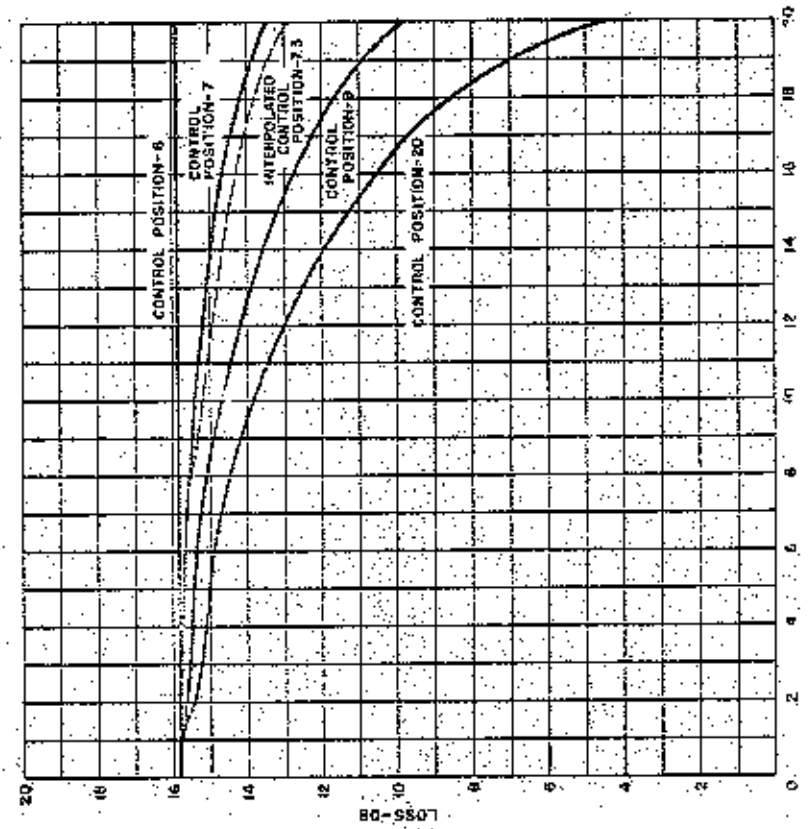

Fig. 25. Grafici di attenuazione dell'elemento equalizzatore SLOPE-19KC
Il comando SLOPE-19XC agisce sul doppio potenziometro R823. La fig.25 mostra l'effetto che ha sui segnali in arrivo tale comando in relazione alla sua gradazione. In caso di guasti, gli elementi degli equalizzatori EQ821 e EQ822 non possono essere riparati ma solo sostituiti, essendo contenuti in scatole metalliche sigillate.
- Caratteristiche dell'elemento equalizzatore SLOPE (fig.25)